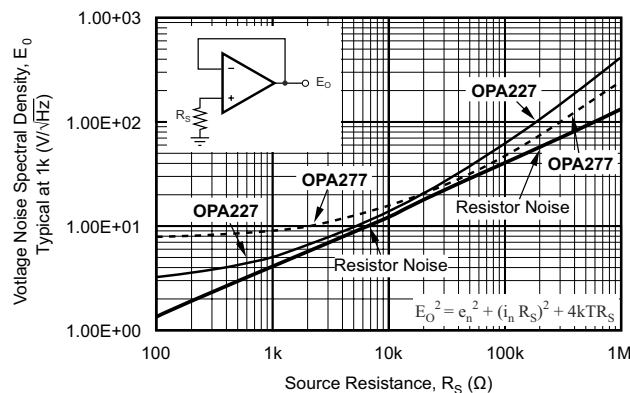

図 7-4. ユニティ・ゲイン・バッファ構成の OPA227 のノイズ性能
ユニティ・ゲイン構成のオペアンプでソース・インピーダンスを変化させたときの回路の合計ノイズを、図 7-4 に示します (帰還抵抗ネットワークを使用していないため、他にノイズの原因となるものはありません)。2 つの異なるオペアンプと、回路の合計ノイズの計算値が示されています。OPA227 は電圧ノイズが非常に小さいため、ソース・インピーダンスが低い (20kΩ 未満) 場合に適した選択肢です。類似の高精度オペアンプ OPA227 では、電圧ノイズが多少大きくなりますが、電流ノイズは小さくなります。OPA277 は、中程度のソース・インピーダンス (10kΩ~100kΩ) で優れたノイズ性能を実現します。100kΩ を上回る場合は、OPA132 (超低電流ノイズ) のような FET 入力オペアンプの方が優れた性能を発揮する可能性があります。図 7-4 の式を使用して、回路の合計ノイズを計算します。ここで、 e_n =電圧ノイズ、 i_n =電流ノイズ、 R_S =ソース・インピーダンス、 k =ボルツマン定数= 1.38×10^{-23} J/K、 T はケルビン (K) 単位の温度です。ノイズの計算の詳細については、セクション 7.3.7 を参照してください。
ソース・インピーダンスの抵抗の部分では、抵抗の平方根に比例する熱ノイズが発生します。この関係を、図 7-4 に示します。ソース・インピーダンスは一般に固定されているため、ノイズ全体に占める割合ができるだけ少なくなるよう、オペアンプと帰還抵抗を選択します。
ユニティ・ゲイン構成のオペアンプでソース・インピーダンスを変化させたときの合計ノイズを、図 7-4 に示します (帰還抵抗ネットワークを使用していないため、他にノイズの原因となるものはありません)。オペアンプでは、電圧ノイズと電流ノイズの両方が発生します。電圧ノイズは一般的に、オフセット電圧の時間によって変化する要素としてモデル化されます。電流ノイズは、入力バイアス電流の時間によって変化する要素としてモデル化され、ソース抵抗に反応して、ノイズの電圧要素を形成します。したがって、特定のアプリケーションに対する最小ノイズのオペアンプは、ソース・インピーダンスによって異なります。ソース・インピーダンスが小さい場合は、電流ノイズは無視できるもので、通常は電圧ノイズが大部分を占めます。ソース・インピーダンスが大きい場合は、電流ノイズが大部分を占めることがあります。